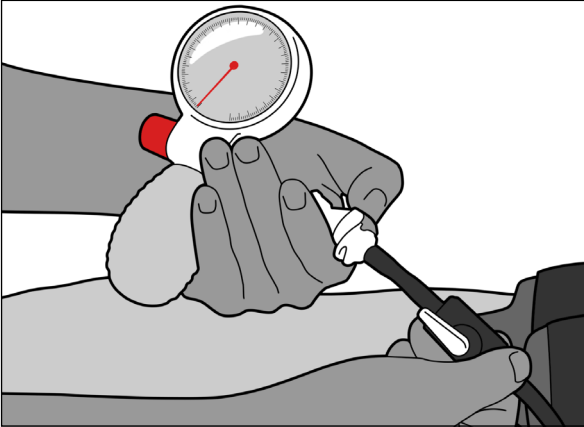

Abb. 22
1. Lösen Sie den Schnellverschluss. Öffnen Sie das Absperrventil und lassen Sie die Luft aus dem Balg (Abb. 22 und 23).